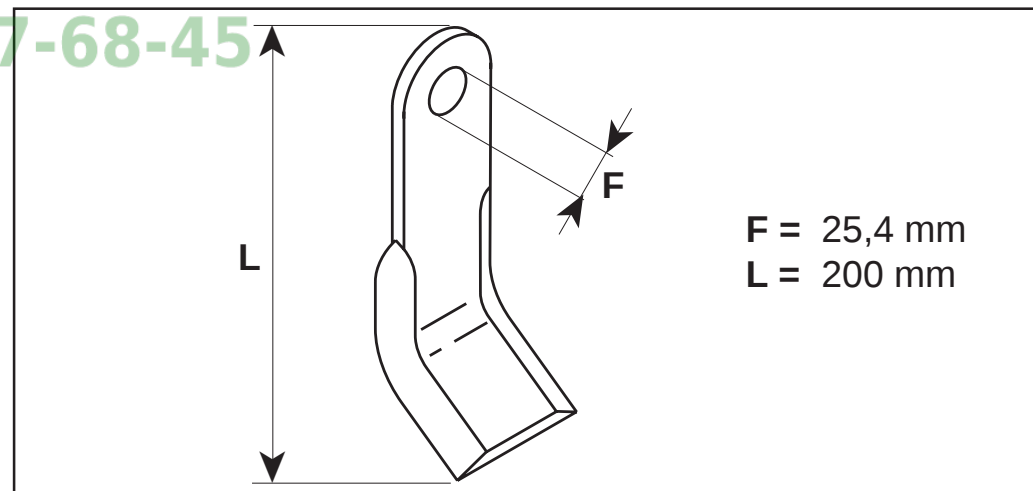

Fig. 12
- Il foro (F Fig. 12) del perno non deve essere ovalizzato oltre 2 mm dal diametro originale.
- La lunghezza (L Fig. 12) del coltello non deve essere ridotta oltre 200 mm.
- The hole (F Fig. 12) of the pin must not become ovalized more than 2 mm in respect of its original diameter.
- The length of the blade (L Fig. 12) must not be reduced more than 200 mm.
- Die Bolzenöffnung (F Abb. 12) darf um nicht mehr als 2 mm über ihren Originaldurchmesser abgeflacht werden.
- Die Länge des Messers (L Abb. 12) darf um nicht mehr als 200 mm gekürzt werden.
- Le trou (F Fig. 12) du goujon ne doit pas présenter une ovalisation de plus de 2 mm par rapport au diamètre original.
- La longueur (L Fig. 12) de la lame ne doit pas être réduite de plus de 200 mm.
- El agujero (F Fig. 12) del perno no tiene que ser ovalado más de 2 mm. del diámetro original.
- La longitud (L Fig. 12) de la cuchilla no tiene que reducirse más de 200 mm.